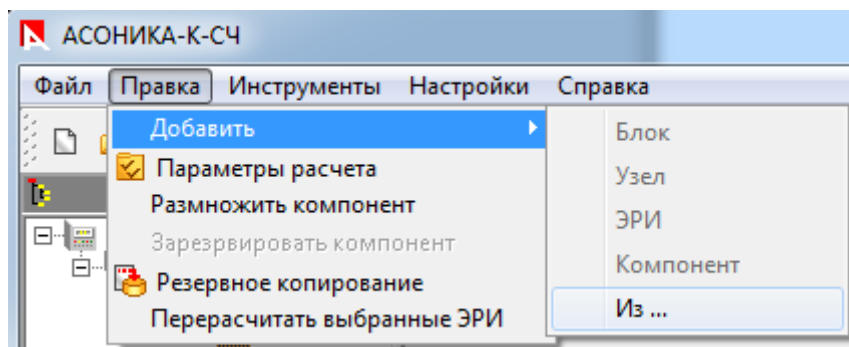

Рис. 3.41. Меню выбора копирования СЧ
- В появившемся меню (см. рис. 3.41) выберите пункт «Добавить».
- В появившемся меню (см. рис. 3.41) выберите пункт, «Из...».